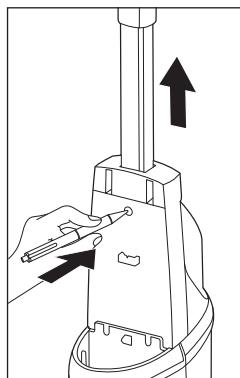

Abb. 2
- Wenn Sie das Handteil ① vom Gerät abmontieren möchten, müssen Sie zuerst den Frischwasserbehälter ⑩ entfernen (siehe Kapitel **Frischwasserbehälter auffüllen**). Wenn Sie den Frischwasserbehälter ⑩ entfernt haben, drücken Sie die Einrastung des Handteils ① mit einem spitzen Gegenstand aus der Einrastöffnung. Anschließend können Sie das Handteil ① wieder aus dem Gerät ziehen (siehe Abb. 2).